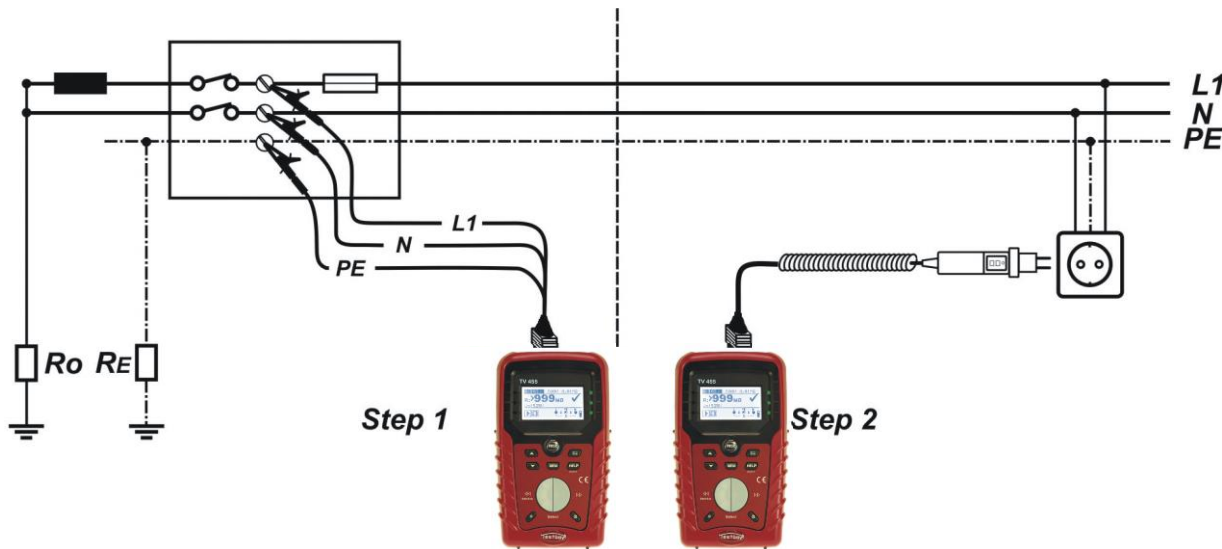

Figura 5.30: Medición de la caída de tensión fase-neutro o fase-fase - conexión de la clavija de mando y del cable de prueba de 3 hilos
- ❑ **Conecte** los cables de prueba al origen de la instalación eléctrica (véase *la figura 5.30*).
- ❑ **Conecte** los cables de prueba a los puntos comprobados (véase *la figura 5.30*).